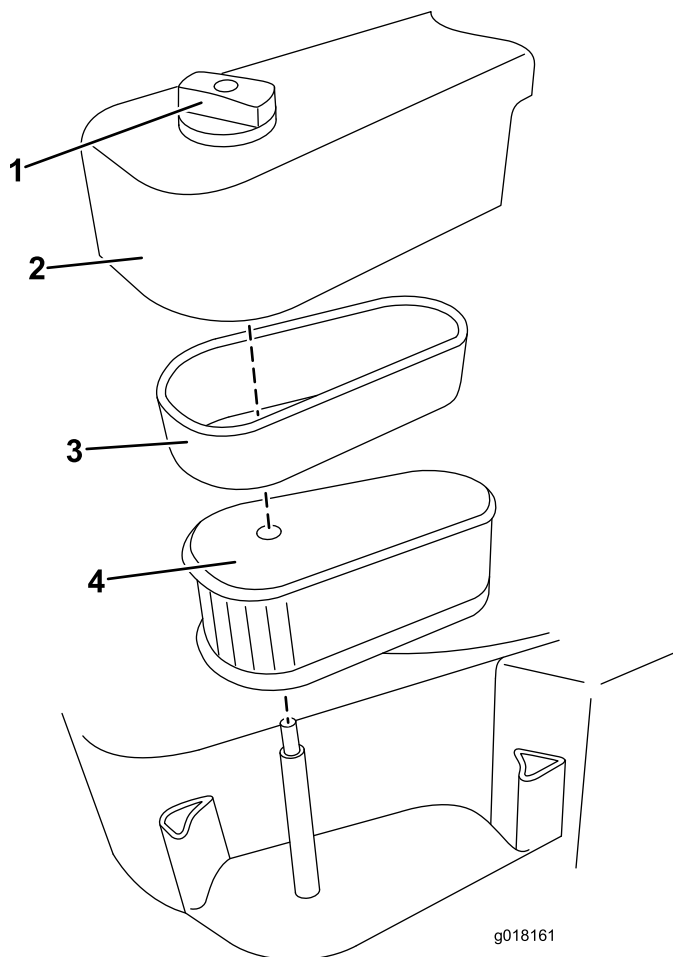

Bild 16
2. Lösen Sie das Handrad, mit dem die Luftfilterabdeckung befestigt ist (Bild 16).
- Nehmen Sie den Schaumfilter und den Einsatz vorsichtig zusammen heraus, trennen Sie dann den Schaumfilter vom Einsatz (Bild 16).
- Setzen Sie die Abdeckung auf (Bild 16).